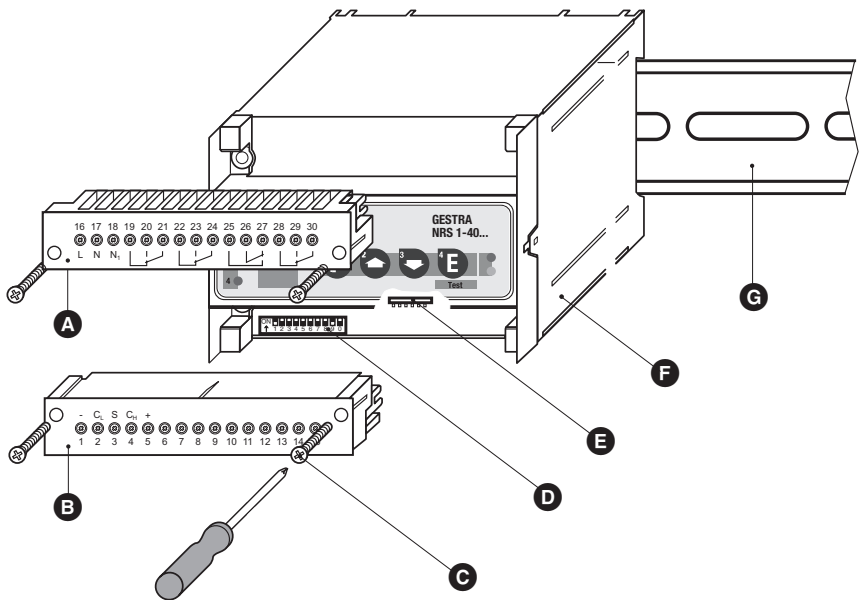

Fig. 4
1. Obere und untere Klemmleiste abziehen. **Fig. 4** **A**; **B**
3. Einstellungen am Kodierschalter **D** und **E** **Fig 4** vornehmen.
Die Steuergeräte NRS 1-40.1 / NRS 1-40.2 werden in einem Schaltschrank auf eine Tragschiene Typ TH 35, EN 60715 aufgerastet. **Fig. 4** **G**
Die Baudrate wird am Kodierschalter **Ⓢ Fig. 4** (S 8-10) eingestellt. Werkseitig werden die Steuergeräte NRS 1-40.1 / NRS 1-40.2 mit der Baudrate von 250 kbit/s (Leitungslänge bis 125 m) ausgeliefert. Bei größeren Leitungslängen muss die Baudrate reduziert werden. Bei allen Busteilnehmern muss die gleiche Einstellung vorgenommen werden.
Stellen Sie die Baudrate am Kodierschalter **Ⓢ Fig. 4** über die Schalter S 8 bis S 10 mit einem Schraubendreher mit schmaler Klinge ein. Dann stecken Sie bitte die Klemmleisten wieder auf und ziehen die Befestigungsschrauben fest.
Konfiguration am Kodierschalter  **Fig. 4** über die Schalter S1 bis S6 entsprechend der Tabelle mit einem Schraubendreher mit schmaler Klinge einstellen. Klemmleiste aufstecken und Befestigungsschrauben festziehen.